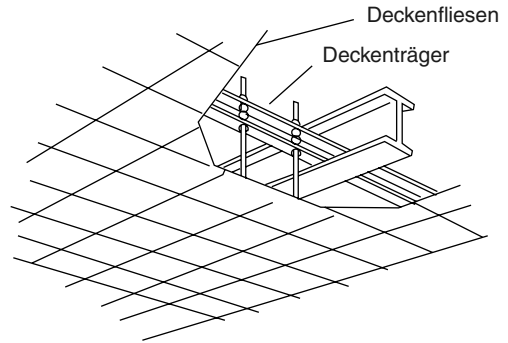

Abb. 3-170
- Die bereits vorhandenen Deckenstützen verwenden bzw. eine geeignete Stütze anfertigen, wie in Abb. 3-170 gezeigt.